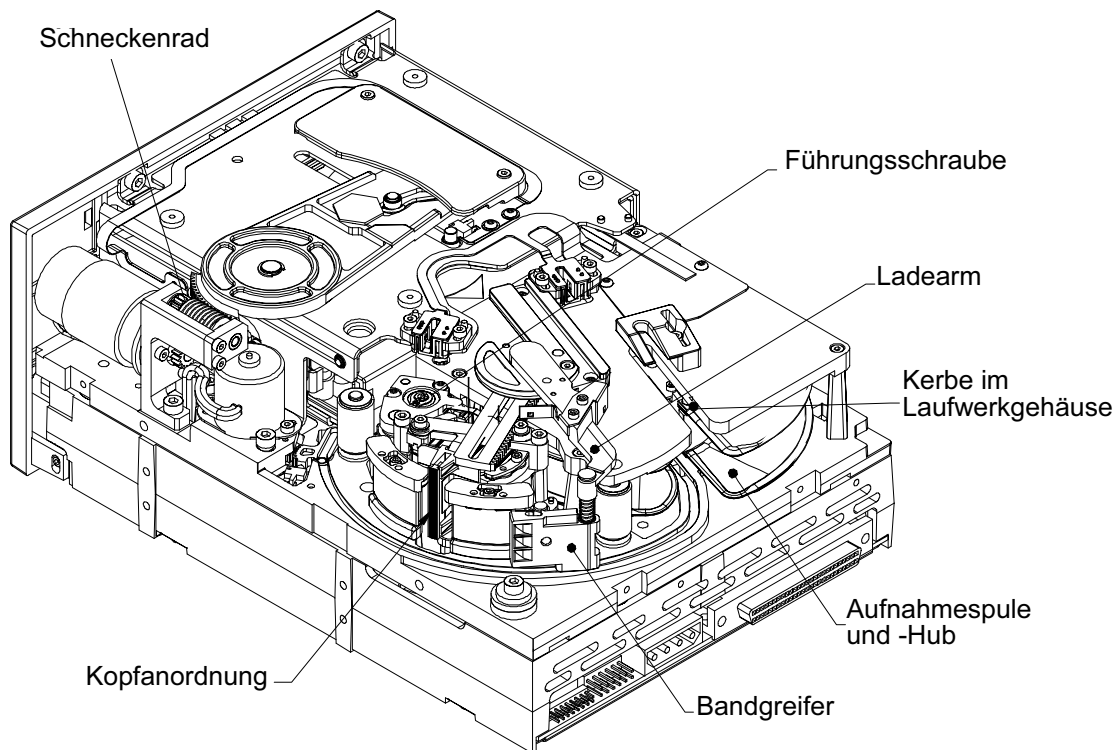

Abbildung 23. LTO-1- und LTO-2-Laufwerk-Hauptmerkmale
Wenn die Kassette geladen ist und sitzt und das Band ganz oder teilweise im Laufwerk eingefädelt ist, folgen Sie diesen Schritten. Um diese Schritte auszuführen, benötigen Sie einen kleinen Flachkopf-Schraubenzieher und einen 1,5-mm-Inbusschlüssel. Abbildung 23 auf Seite 83 zeigt die Hauptmerkmale des Laufwerkmechanismus, die im folgenden Verfahren besprochen werden.
6. Drehen Sie den Hub, um die Kerbe im Hub mit der Kerbe auf dem Laufwerkgehäuse auszurichten (siehe Abbildung 23 auf Seite 83).